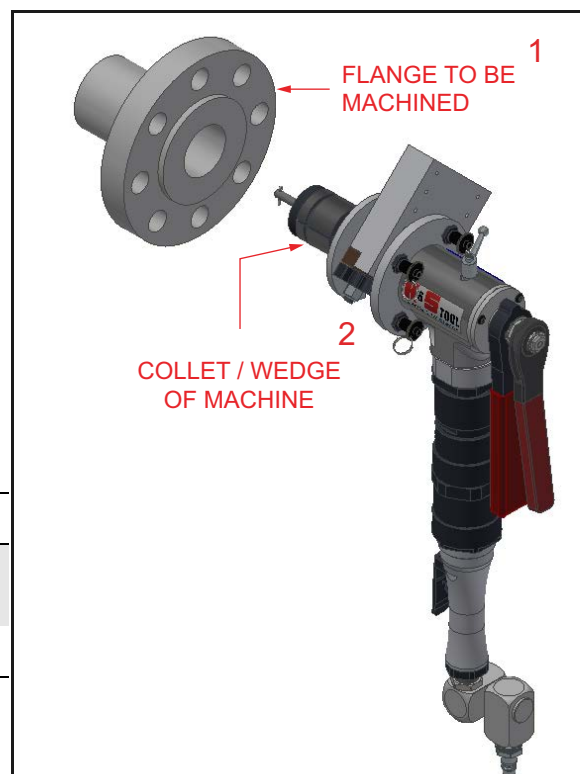

Рис. 4-1. Фланец и зажим/клин
2. Установите зажимы или клинья на внутренний диаметр (ID) фланца, нуждающегося в мехобработке (см. рис. 4-1).